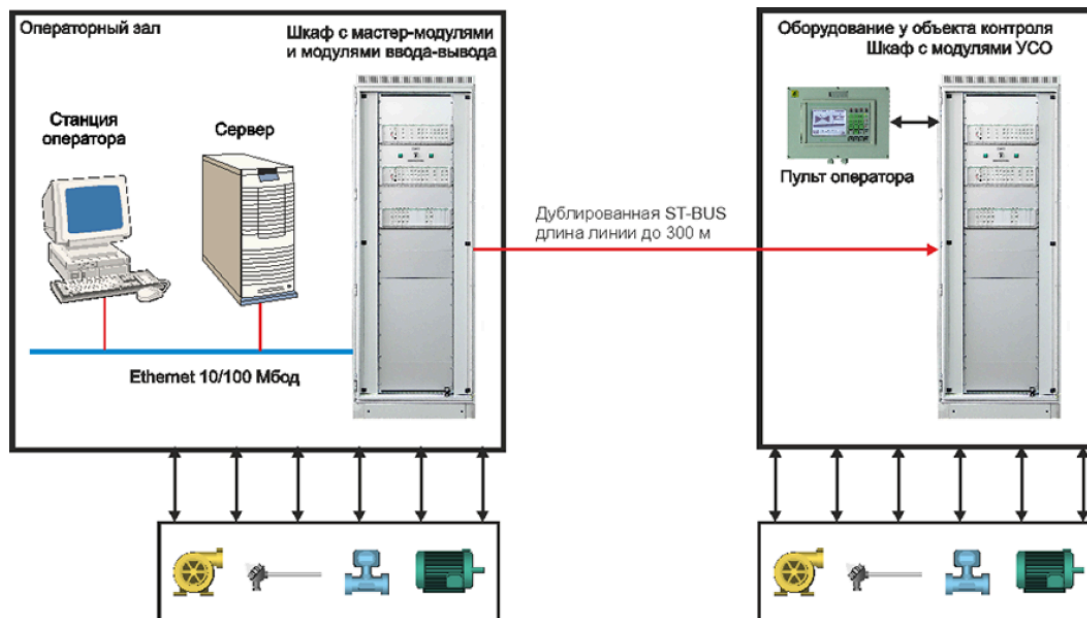

Рисунок 7 – Пример комбинированной структуры АСУ ТП
3) Третий способ является компромиссным между первым и вторым, проектировщик может разместить вместе с мастер-модулями, те модули ввода-вывода, датчики и исполнительные механизмы которых находятся в непосредственной близости от операторной. Пропорции между централизованно расположенными модулями ввода-вывода и удалёнными могут быть любыми (рисунок 7).